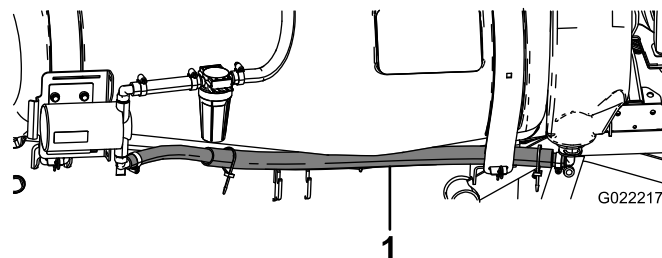

図 12
1. すすぎタンクホースを、タンク前部固定ベルトとタンクの側面との間に通す（図 12）。
3. ホースの端部を、すすぎポンプの下側ホースバープに接続する；ホースクランプを使用する（図 12）。